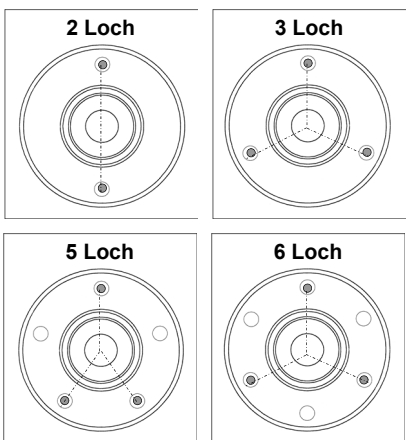

Abb. 2: Gelenkwelle ausbauen.
3. Antrieb in die Lochscheibe einschrauben und Gelenkwelle ausbauen. (Abb. 2)